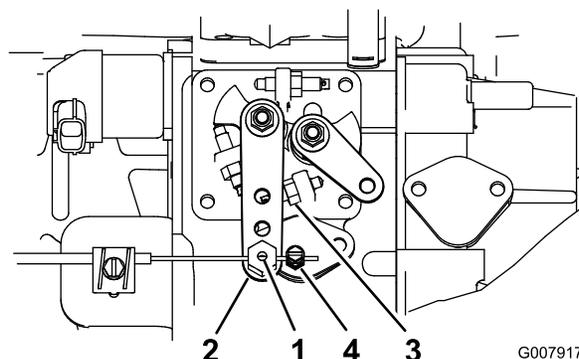

Bild 65
- Halten Sie den Hebel der Einspritzpumpe gegen den Anschlag für den hohen Leerlauf (Bild 65).
- Lockern Sie den Anschluss des Gaszugs neben dem Hebel der Einspritzpumpe (Bild 65).